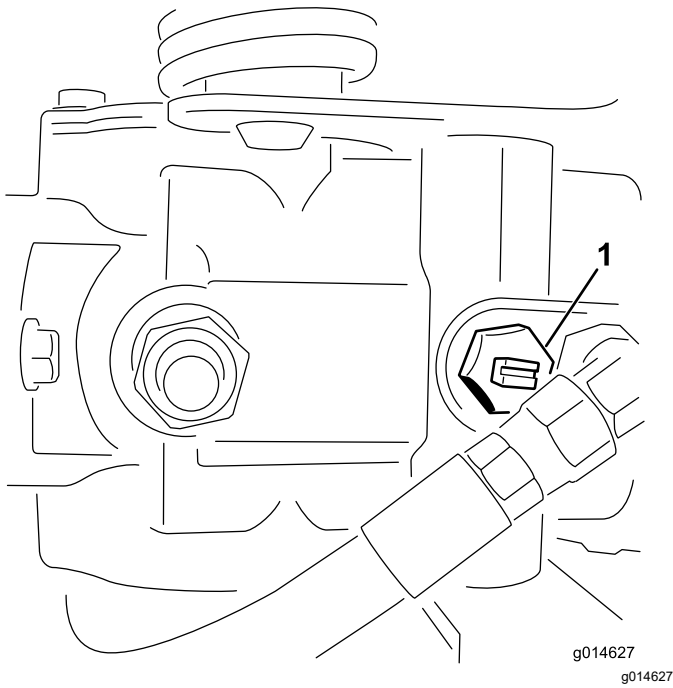

Figura 29
1. Localice la válvula de desvío en la bomba y gírela hasta que la ranura esté en posición vertical (Figura 29).
2. Antes de arrancar el motor, cierre la válvula de desvío girándola hasta que la ranura esté horizontal (Figura 29).